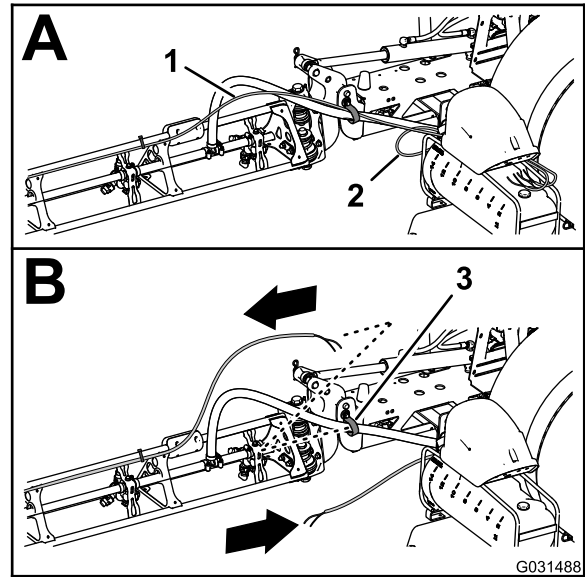

图9
5. 将左、右喷洒臂段泡沫喷嘴的管子向后移动使其穿过靠近喷洒臂段枢轴点的 R 形夹图9。